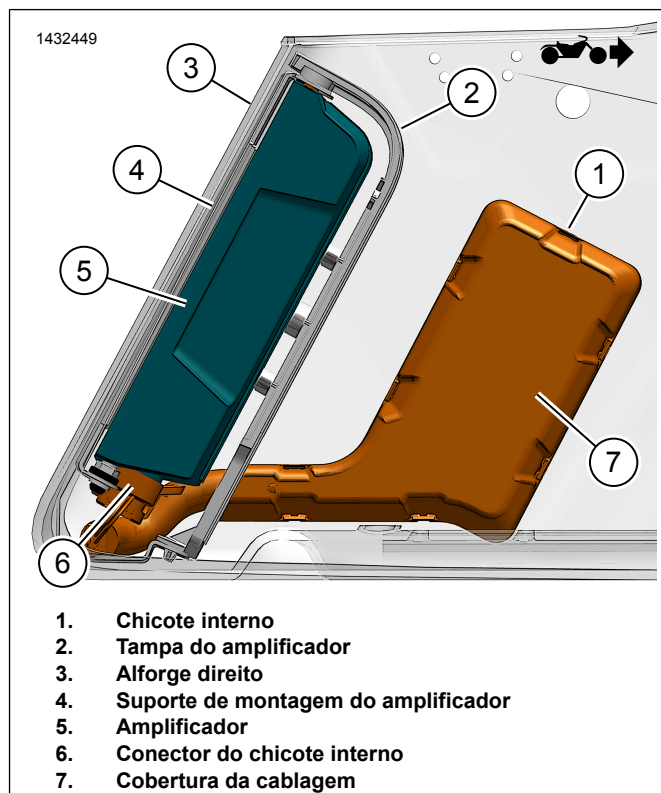
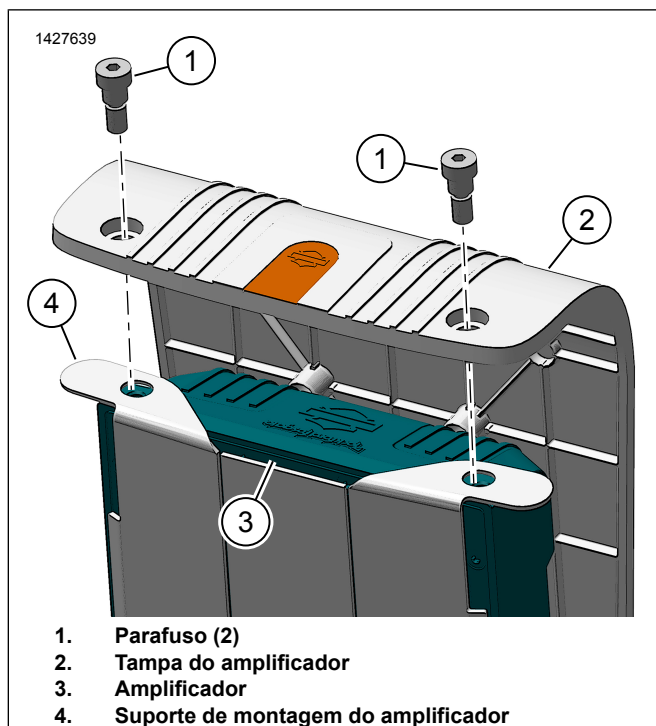

Figura 15. Chicote do alforje com amplificador
Figura 16. Tampa do amplificador
7. Figura 15 Instale o amplificador (5) no apoio de montagem do amplificador.
8. Instale a tampa do amplificador (2).
9. Figura 16 Instale os parafusos (1). Aperte.